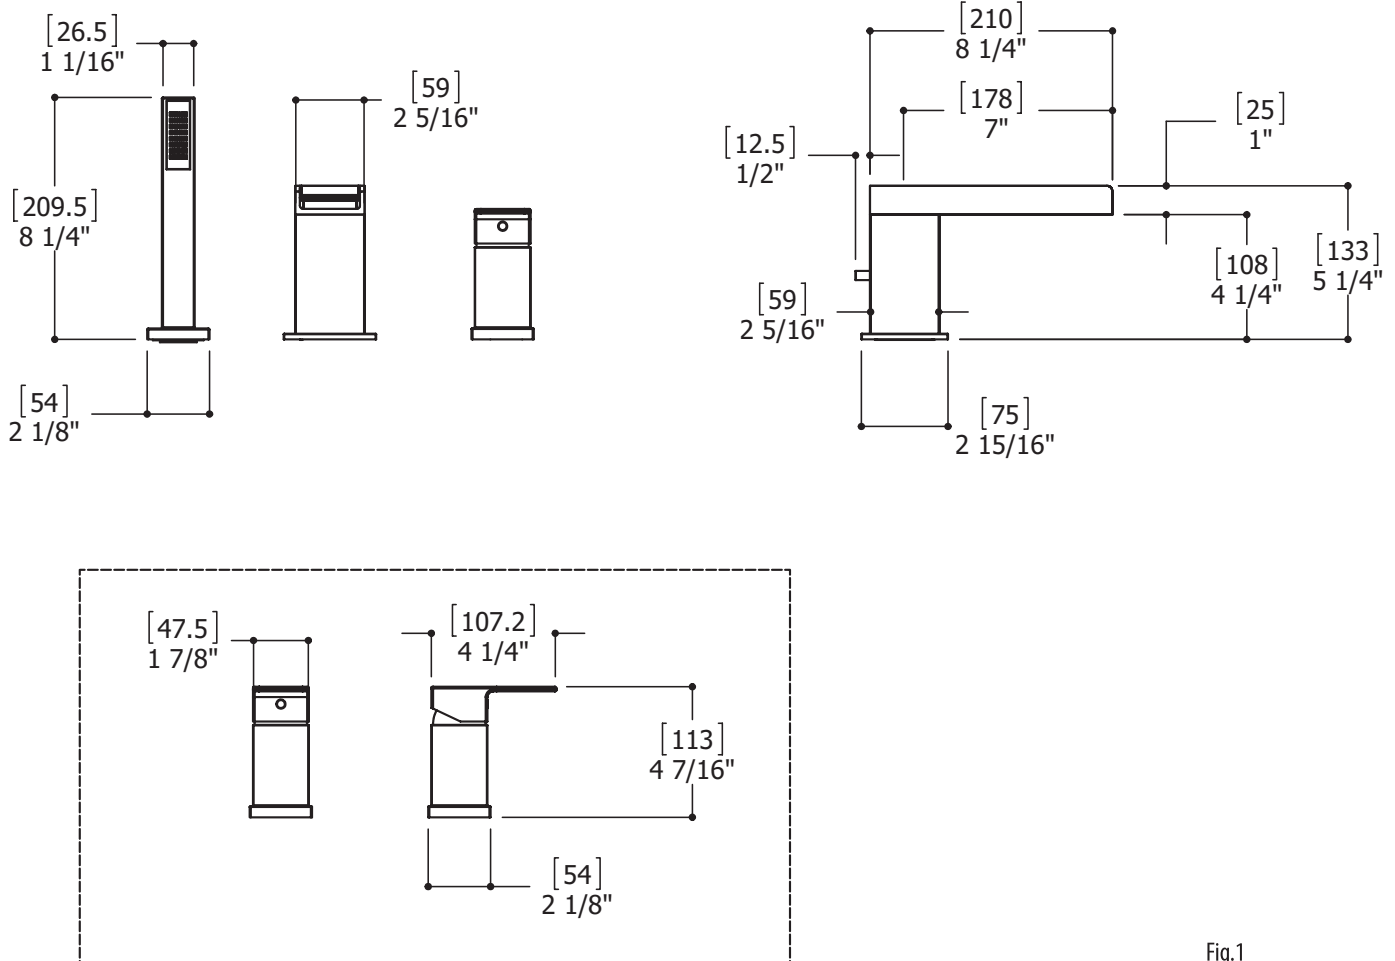

Fig.1
- ⚠ - Prior to installation, pierce the required 3 holes onto your deckmount. Refer to the general dimensions drawing (Fig.1) for hole size.
- ⚠ - Avant de débuter l'installation, percer les 3 trous requis sur la surface prévue. Se référer à la Fig.1 (dimensions générales) pour le diamètre des trous requis.